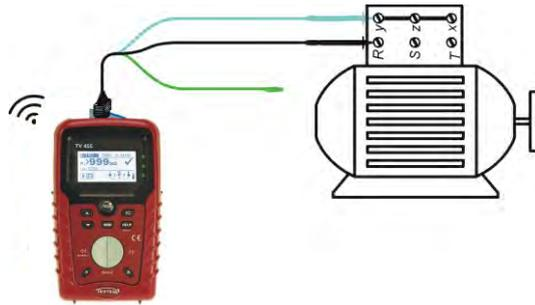

Bild 5.11: Anbringung des Universal-Prüfkabels
- **Schließen** Sie die Prüflleitungen am **Prüfling an** (siehe *Bild 5.11*).